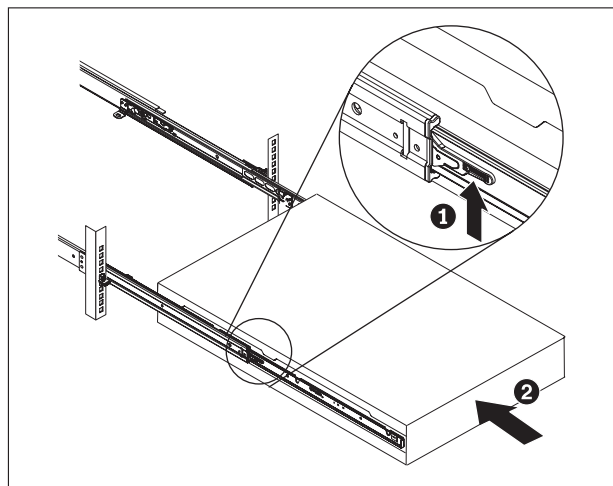

Figura 11. Deslize o dispositivo no rack
6. Deslize o dispositivo no rack, conforme mostrado na Figura 11 na página 19.